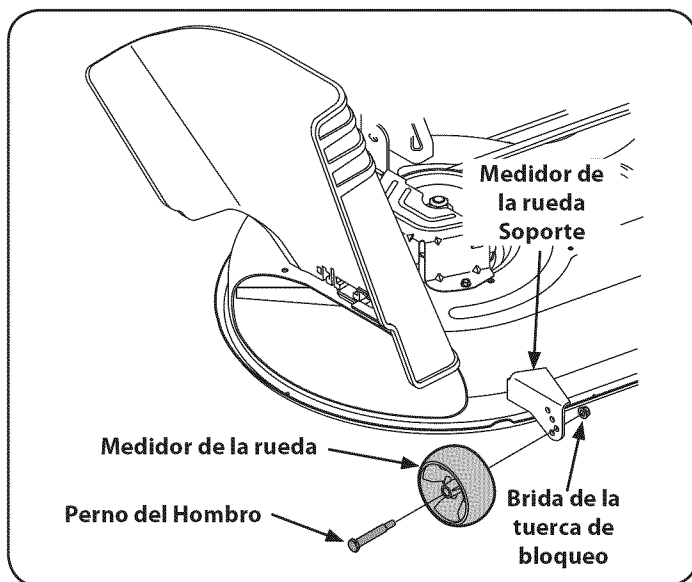

Figura 8
2. Retire la tuerca de fijación brida de sujeción de la rueda delantera perno indicador de hombro a la cubierta. Retire la rueda y el perno indicador de hombro. Refiérase a la Figura 8.